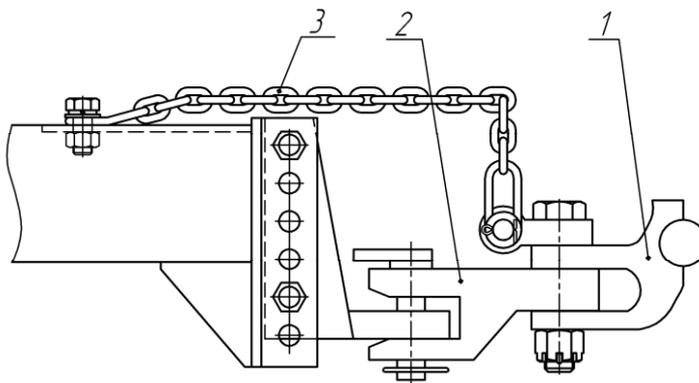

Рисунок 16. Присоединение сцепки к трактору 1-скоба; 2-серьга; 3-страховочная цепь.
Трактор, предназначенный для агрегатирования сцепки борон СБГ -22х2«ЗАРЯ» (47.1185), должен быть оборудован прицепной скобой 1 с упряжной вильчатой серьгой 2 (рисунок 16).
- поднять гидравликой трактора прицепную скобу 1 вместе со сницей (рисунок 16), - повернуть стойку в горизонтальное положение (рисунок 17 б).